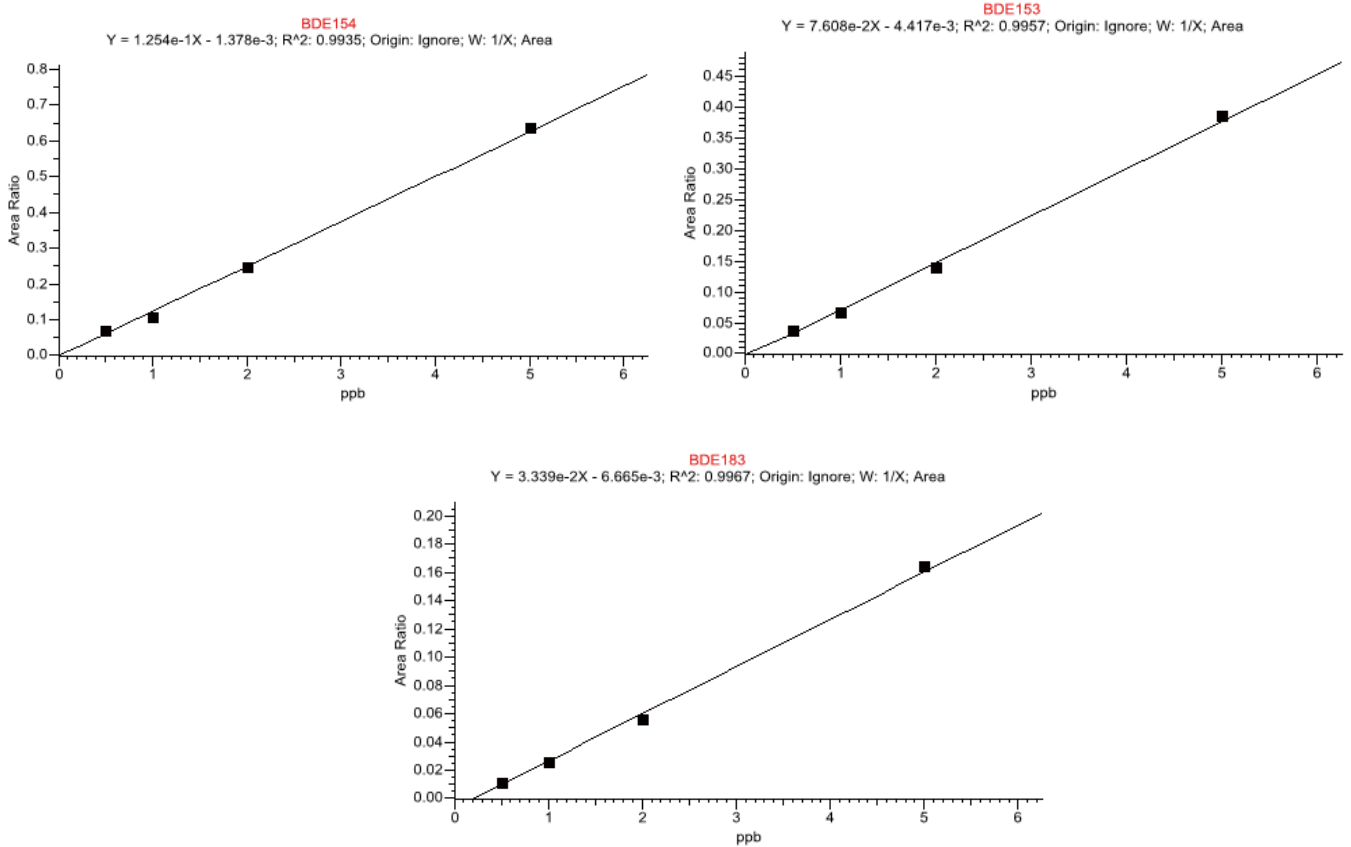

图 4. 7 种多溴联苯醚的方法线性关系图
按欧盟标准，在阴性试样中加入标准物质和内标物 (PBDE-77, 10 pg/ul)，添加 PBDEs 浓度为 0.5pg/ul, 1pg/ul, 2pg/ul, 5pg/ul，按照 2.2 进行色谱-质谱分析。以 S/N=3 为检出限，检出限谱图示于图 3。由图 3 可以看出，7 种 PBDEs 的 S/N= 均大于 3。以标准溶液浓度为横坐标 (X)，定量离子对的色谱峰面积为纵坐标 (Y)，求得回归方程。7 种 PCBs 在 0.5pg/ul ~ 5pg/ul 范围内线性关系良好，相关系数均大于 0.991，线性方程示于图 4。本方法的检出限优于文献报道值，可保证样品中 7 种 PBDEs 残留的定性定量检测。